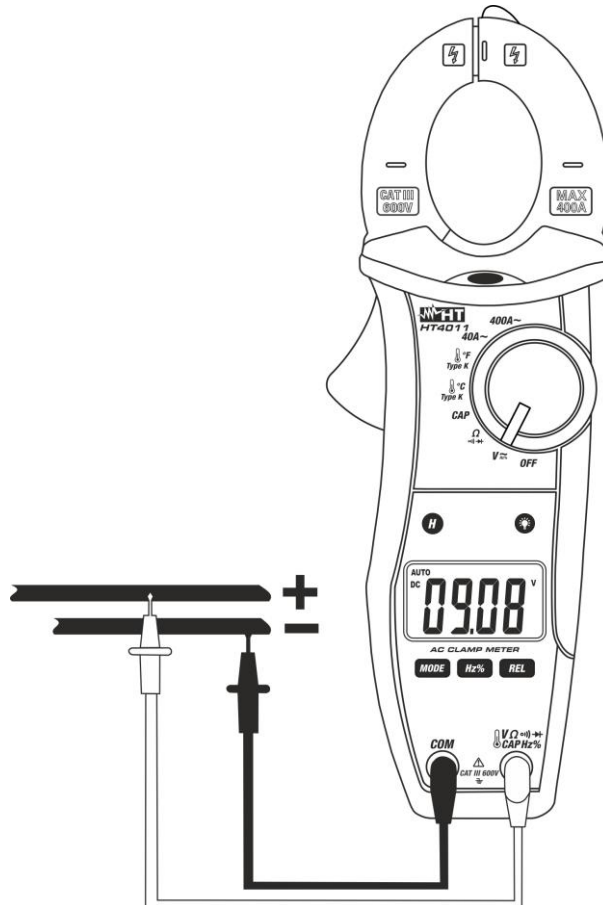

Fig. 3 : Utilisation de la pince pour mesure de tension CC
3. Positionner les embouts sur les points désirés du circuit sous test (Fig. 3). La valeur de tension apparaît à l'écran.
5. L'affichage du symbole « - » sur l'écran de l'instrument indique que la tension a une direction opposée par rapport à la connexion de Fig. 3